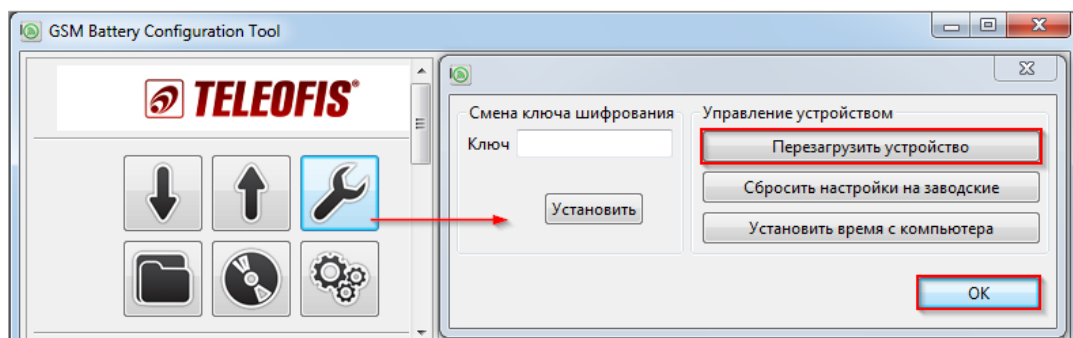

Рис. 43. Программная перезагрузка УСПД серии RTU102.
- **Программно:** с помощью программы RTU Configuration Tool. Меню **Сервисные функции** -> **Перезагрузить устройство** (Рис. 43).